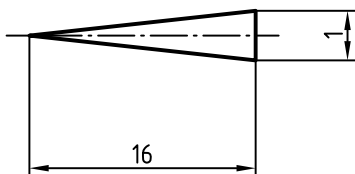
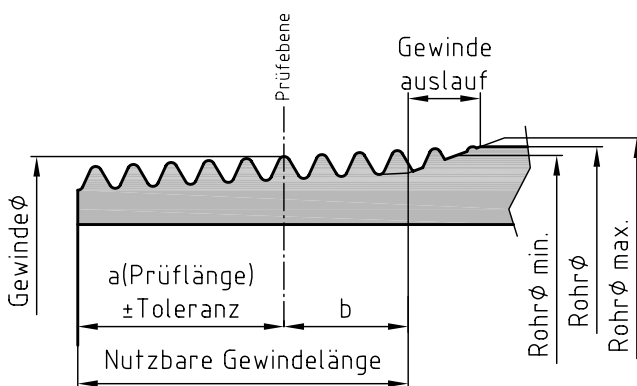
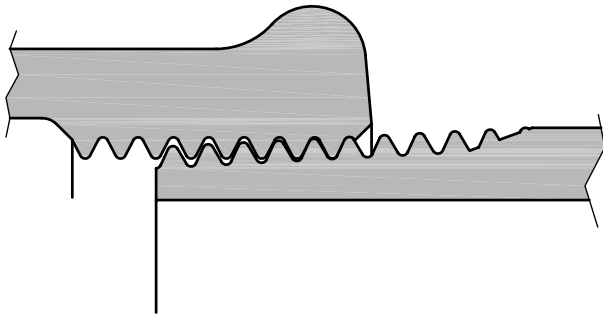
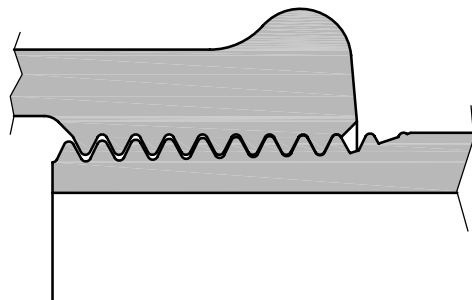

Abb. 2 Konizität des Aussengewindes 1:16. Das Gewindeprofil ist rechtwinkelig zur Rohrachse.
Abb. 4 Kegeliges Aussengewinde R
Abb. 5 Von Hand verschraubt
Abb. 6 Mit Werkzeug verschraubt
(Abb. 4) sind einige interessante Details zu beachten. Wie schon der Name sagt, ist es kegelig (konisch) geschnitten, und zwar im Verhältnis 1:16 (Abb. 2).
- Die Prüflänge „a“ (Abb. 4) ist so festgelegt und toleriert, dass auch bei dem kleinstmöglichen Innengewindedurchmesser das Aussengewinde leicht eingeschraubt werden kann und dass das sparsam aufgetragene Dichtungsmaterial ein wandfrei in die Verbindung eingezogen wird.
- Die Anzugstrecke „b“ (Abb. 4) ist die für die Dichtung massgebende Gewindepartie. Die am Gewindegrund voll ausgeschnittene Gewindelänge hinter der Messebene ist so gewählt, dass sich auch beim grösstmöglichen Innengewindedurchmesser genügend Anzugstrecke mit dem Werkzeug ergibt, die zu einer starken Pressung zwischen den Gewinden und damit zu einer dauernd zuverlässigen Abdichtung führt.
Abb. 5 zeigt die Verhältnisse beim Verschrauben einer z.B.: 1 Zoll-Verbindung mit von Hand aufgeschraubtem Fitting. Am Aussengewinde stehen noch 2 3/4 Gänge für den Anzug mit dem Werkzeug zur Verfügung (siehe Tabelle Rohrgewinde Seite 74).
Abb. 6 zeigt, Abb. 5 folgend, die nach Norm verschraubte Gewindeverbindung. Zum Ausgleich der Abgangsrichtung des Fittings (oder der Baulängen der fertig montierten Leitung) kann auch etwas weniger oder etwas mehr verschraubt werden. Die Verbindung ist trotzdem einwandfrei dicht.
- Das Ende des nutzbaren Aussengewindes (Länge a+b, siehe Abb. 4) soll mit dem Werkzeug nicht tiefer als bis zum ersten ausgebildeten Gewindegang des Innengewindes eingeschraubt werden (siehe Abb. 6), sonst kann die Dichtpressung durch den unvollständigen Gewindegrund des Aussengewinde-Auslaufes gefährdet werden.